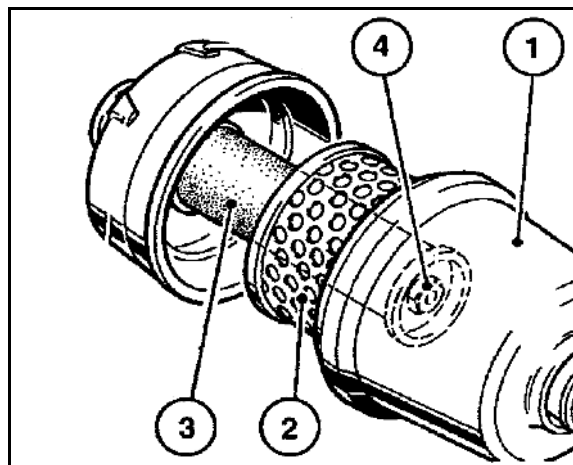

Fig. 167
2. Desprindeți și deșurubați cartușul filtrului de ulei de lubrifiere (Fig. 167/5) cu unelte uzuale comerciale.